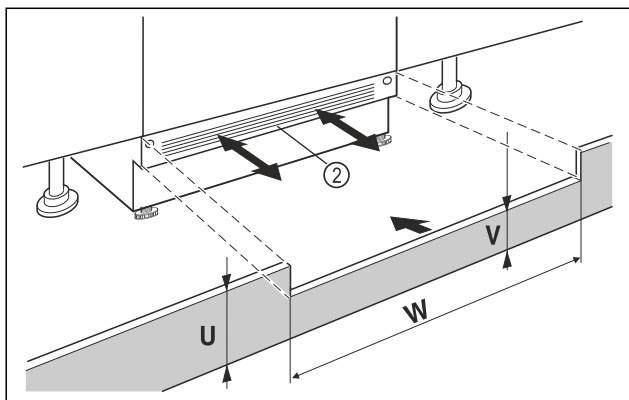

Fig. 14 Примерное изображение
- ▶ Установите цокольную панель устройства Fig. 14 (2), но еще не фиксируйте ее.
- ▶ Если цокольную панель Fig. 14 (2) видно, потяните её вперед настолько, пока передний край вентиляционной решетки не станет вровень с цокольной панелью мебели.
- ▶ Если цокольная панель Fig. 14 (2) скрыта, сдвиньте её назад как можно дальше.
- ▶ Вентиляционное отверстие должно быть полностью открытым: При необходимости следует подрезать цокольную панель мебели по высоте Fig. 14 (U)!
- ▶ Подгоните высоту перемычки Fig. 14 (W) по всей ширине ниши Fig. 14 (V) под цокольной панелью устройства Fig. 14 (2).